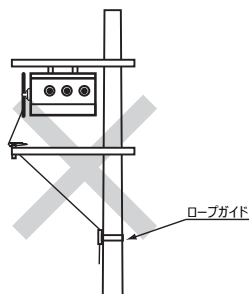

図 7
⑤入切操作がスムーズにできない可能性がありますので、操作用ロープがジグザグになる場合は、ロープガイドは使用しないでください。(図7)